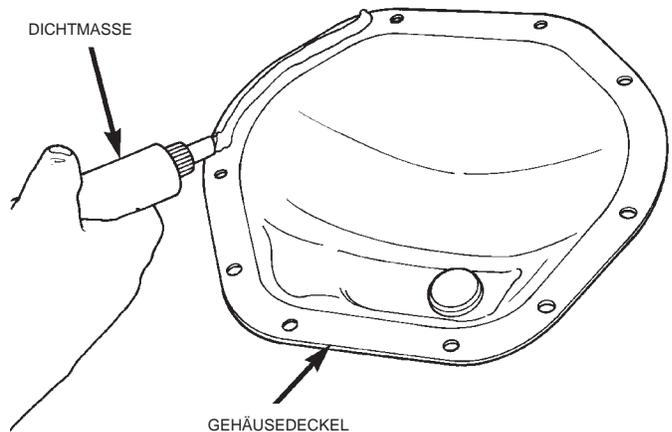

Abb. 6 Dichtmasse auftragen
- (1) Fahrzeug anheben und sicher abstützen.
- (2) Verschlussschraube aus dem Gehäusedeckel des Differentials ausbauen.
- (3) Gehäusedeckel des Differentials abbauen und Getriebeöl in einen Auffangbehälter laufen lassen.
- (4) Das Differentialgehäuse mit einem Reinigungssöl, leichtem Motoröl oder einem fusselfreien Tuch reinigen. **Auf keinen Fall Wasser, Dampf, Petroleum oder Benzin zur Reinigung verwenden.**
- (5) Dichtmasse vom Differentialgehäuse und dem Gehäusedeckel entfernen.
- (6) Eine Raupe Mopar®-Silikondichtmasse auf den Gehäusedeckel auftragen (Abb. 6).